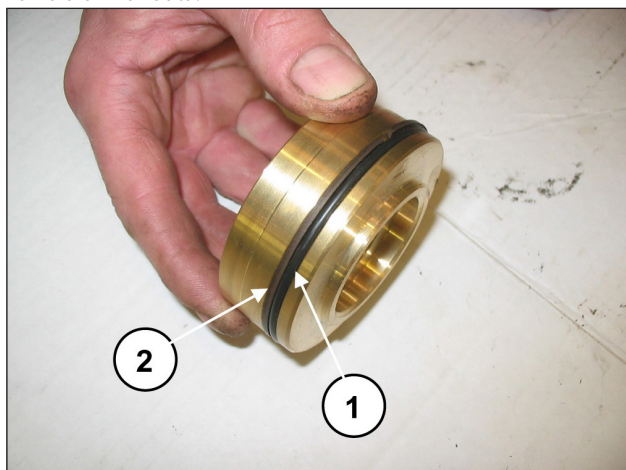

Fig. 125
Montare O-ring, pos. esploso n. 17 (pos. ①, Fig. 125) e anello antiestrusione, pos. esploso n. 21 (pos. ②, Fig. 125) sul tappo valvola di mandata.